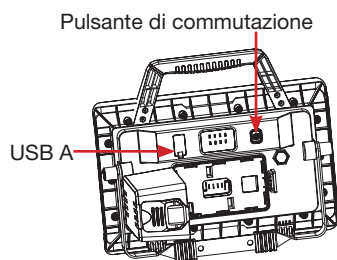

Fig. 2.
3. Accendere il faretto con il pulsante di accensione (Fig. 2) sul retro dell'apparecchio. Premendolo più volte si attivano i diversi livelli di luminosità.